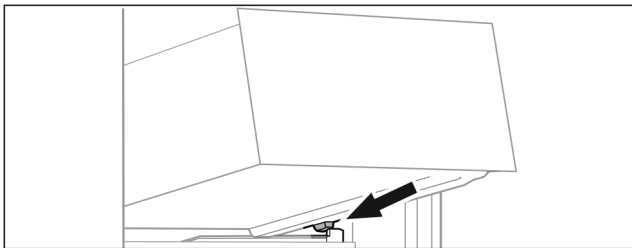

Fig. 85
- ▶ Coloque el cajón inclinado detrás de los topes sobre la nervadura para recipientes. (consulte *Fig. 85*)